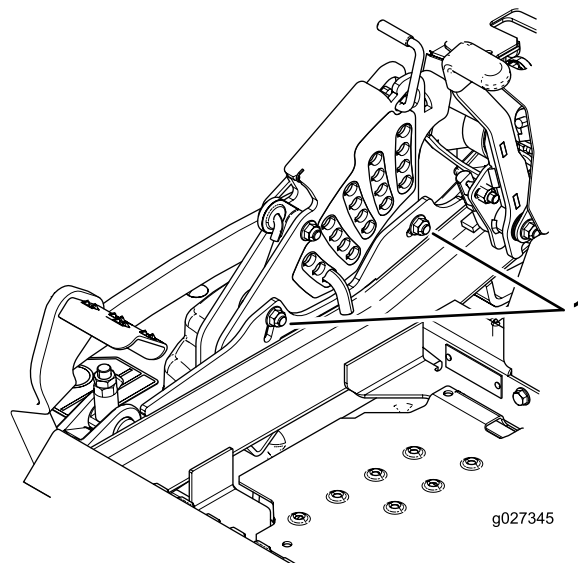

Figura 91
11. Para ajustar el sistema de ajuste de un solo punto, afloje los 2 pernos situados cerca del borde inferior de la pletina de altura de corte (Figura 91).
13. Apriete los 2 pernos en el borde inferior de la pletina de altura de corte (Figura 91). T